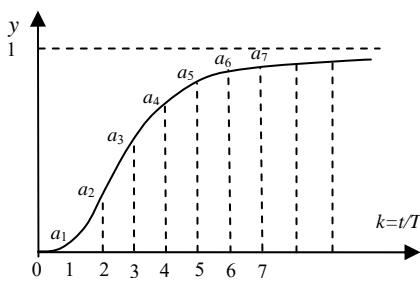
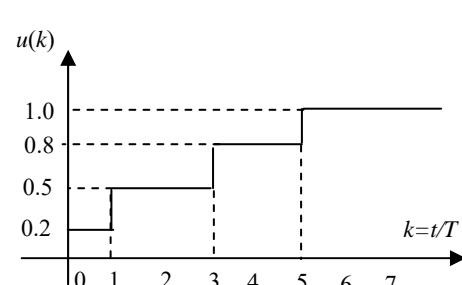

图 2
图 3
- 某被控对象单位阶跃响应如图 2，控制输入 $u(k)$ 如图 3 所示，假设系统初始输出 $y(0)=0$ ，试求 $k=3$ 、 $k=6$ 时被控对象输出 $y(3)=\underline{0.2a_3+0.3a_2}$, $y(6)=\underline{0.2a_6+0.3a_5+0.3a_3+0.2a_1}$ 。（4 分）